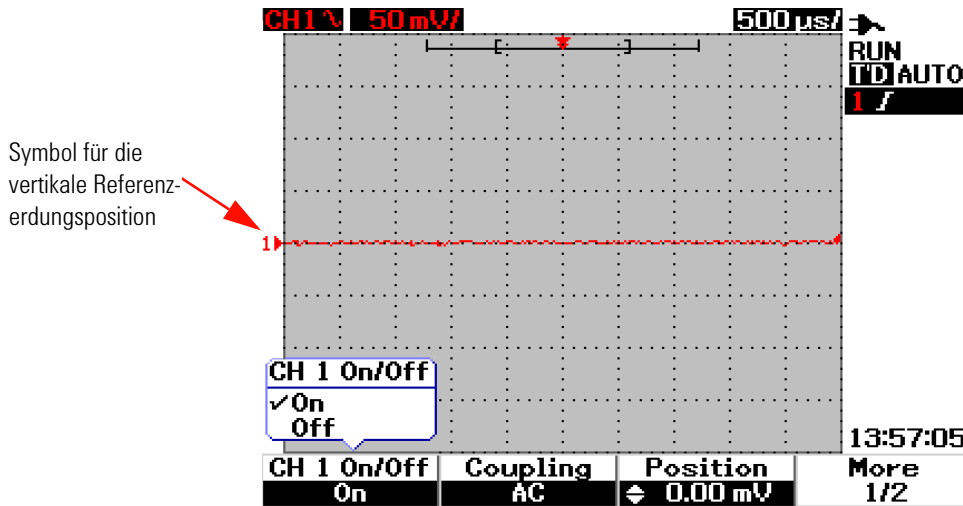

Abbildung 3-2 Wählen Sie „On“ oder „Off“, um die Wellenformanzeige ein- bzw. auszuschalten.
- 3 Das Untermenü beider Kanäle ist identisch. Das allgemeine Untermenü von Kanal 1 wird in Abbildung 3-2 dargestellt. Um die Wellenformanzeige für Kanal 1 einzuschalten, drücken Sie F1 zum Öffnen des Aufklappmenüs.